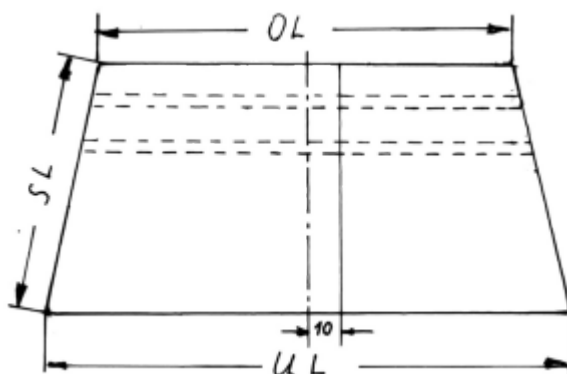

Abb. 1
1. Papierschablonen nach Plan ausschneiden, an Ort und Stelle anpassen (Abb. 1: OL, SL, UL), gegebenenfalls korrigieren und mit ca. zwei Prozent Zugabe auf dünne Pappe übertragen, wobei die Rahkante etwas bogenförmig ausgeführt wird. (Durch diese Maßnahme läßt sich später durch Zusammenziehen auf der Leekschnur eine leichte Wölbung erreichen).
3. Die Form nach der Schablone mit einem Bleistift auf den Stoff übertragen, eine Mittellinie andeuten und im Abstand der Bahnbreite (10 mm) eine Linie ziehen (Abb. 1).